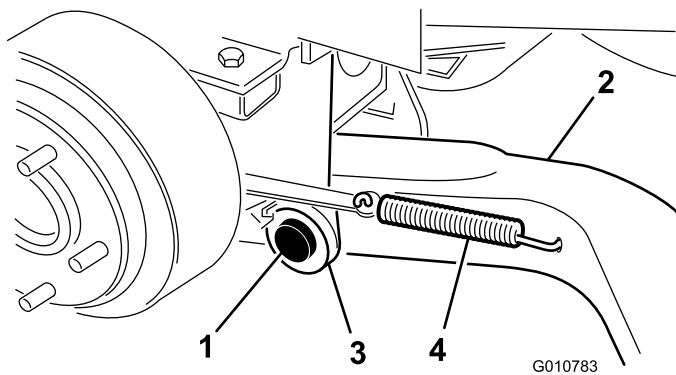

Figura 4
- Monte un brazo de elevación (con el extremo de la articulación esférica hacia fuera) en el soporte de giro con un pasador de giro y una chaveta (5/32 x 1-3/4 pulg.) (Figura 4).
6. Enganche el muelle de retorno del freno en el taladro del brazo de elevación (Figura 4).